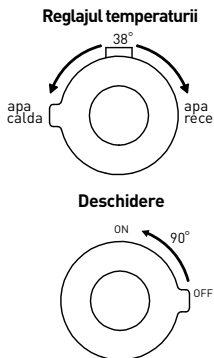

Fig. 3
- 3.1 Butonul de siguranta temperatura [10] rotit in pozitia catre dreapta [11] previne oparirea utilizatorilor si modificarea accidentala a temperaturii de catre copii. (Fig.3). Dacă aveți nevoie de temperatura apei peste 38°C, mutați butonul de siguranță spre exterior (stânga) și în timp ce-l țineți, rotiți în sus (în funcție de săgeata plus). Eliberați butonul pentru a reveni automat la setarea maximă de 38°C, atunci când acesta este rotit în direcția opusă.
- 3.3 Butonul de reglare debit/iesire [15] - rotiti în jos butonul pentru a creste fluxul de apa de la robinet (fig.3), conform indicatiilor de pe buton. Rotiti butonul in sus pentru a opri fluxul de apa.